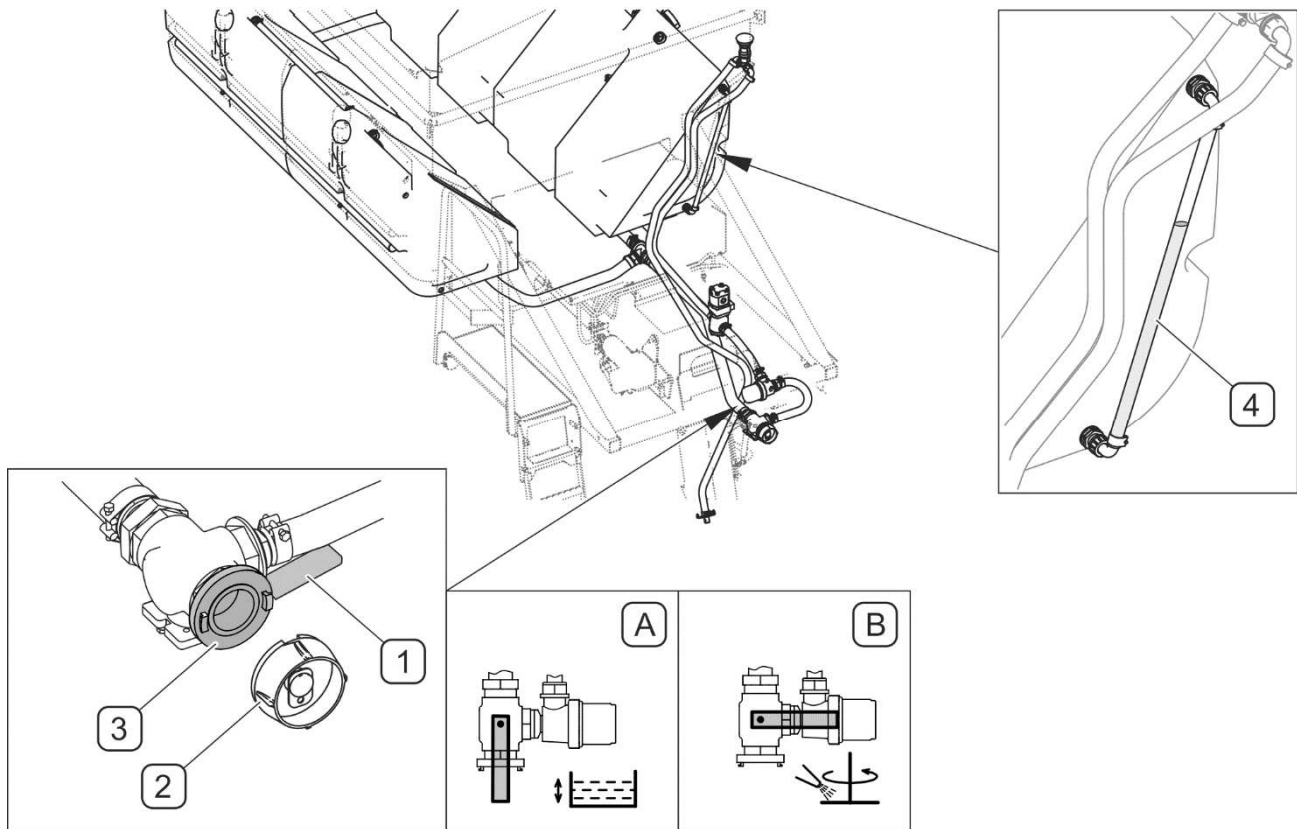

РИСУНОК 4.34 Опорожнение емкостей с соляным раствором
Прежде чем отвинтить заглушку (2), нужно убедиться, что рукоятка клапана (1) находится в положении (B) (РИСУНОК 4.34).